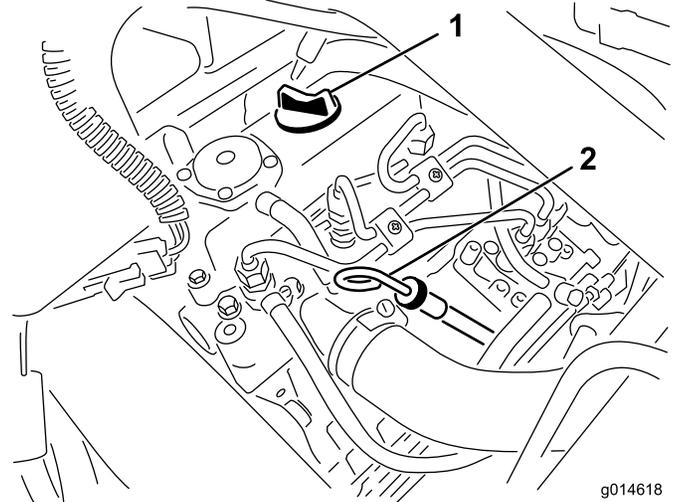

Figura 23
2. Retire la varilla y límpiela con un paño limpio (Figura 23).